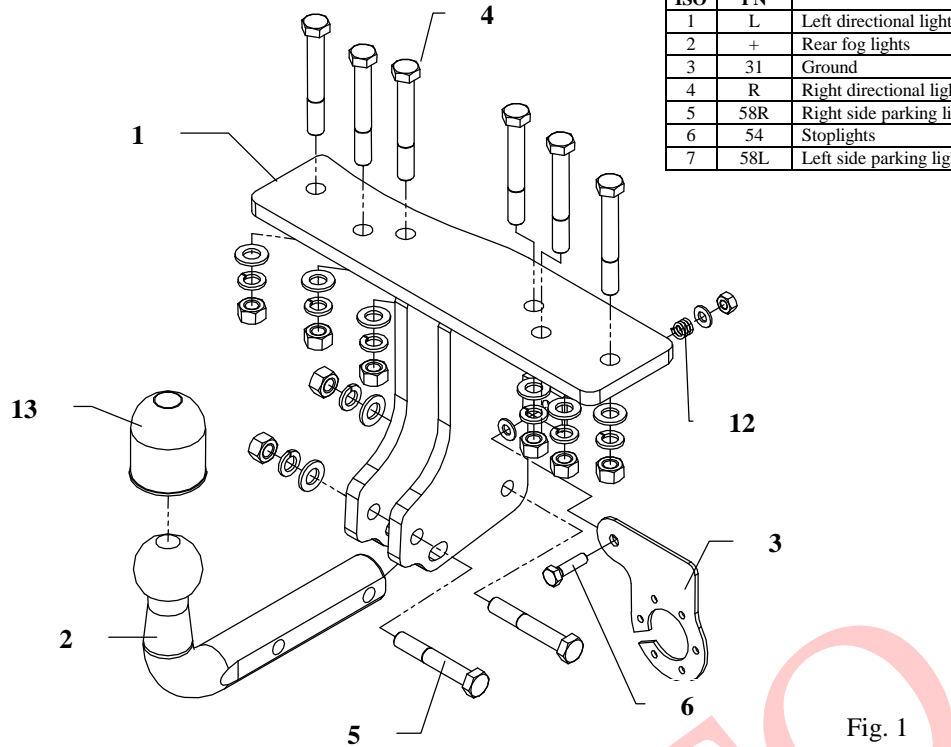

Fig. 1
7. Se fixează placa soclu (poz. 3), așa cum se arată în fig. 1.